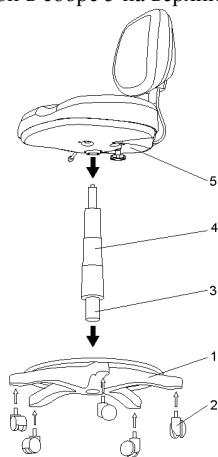

Рис. 7.1
- установите ролики 2 в пятилучье 1, см. рис. 7.1;
- установите газовый цилиндр 3 в пятилучье 1 (рис. 7.1);
- установите на газовый цилиндр 3 декоративный чехол 4 (рис. 7.1);